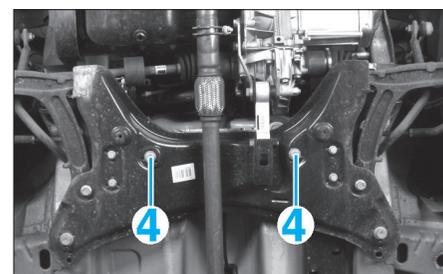

FIG. 13
- Déposer les vis de fixation (4) du boîtier de direction au berceau (Fig.13).